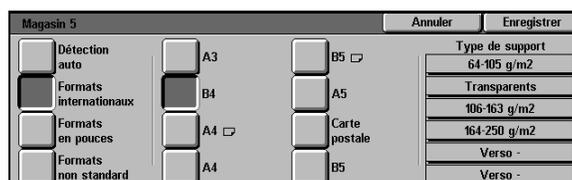

Figure 25 : Formats papier internationaux
- Appuyez sur **Formats internationaux** puis sélectionnez le format requis, par exemple A3 ou A4 (voir la figure 25).